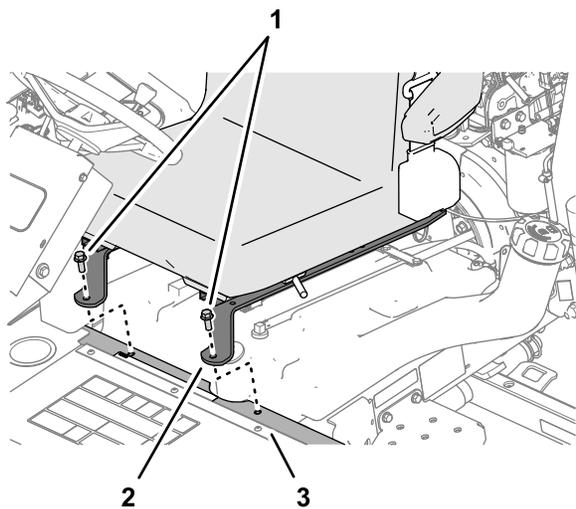

図 3
2. 座席ストラップをサポート用チャンネル部材に固定しているフランジヘッドキャップスクリュ2本を外す 図 3。